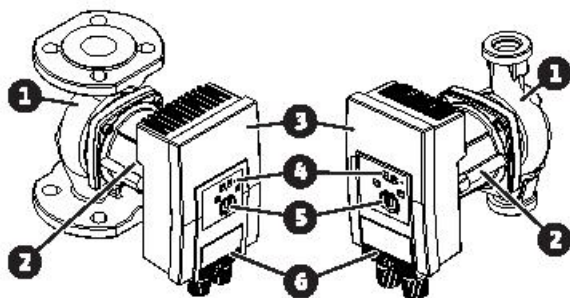

Fig. 1: Огляд насоса
- За потреби використовувати підйомний засіб достатньої вантажопідйомності (Fig. 1).
На корпусі двигуна встановлено модуль регулювання (Fig. 1, поз. 3), який керує насосом і надає інтерфейс SSM. Залежно від обраного застосування або функції регулювання регулюється число обертів або перепад тиску. З усіма функціями регулювання за перепадом тиску насос постійно пристосовується до змінної споживаної потужності установки.